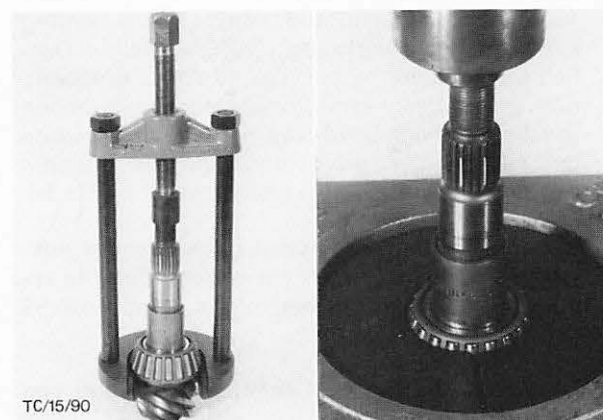

Abb. 54 Kegelrollenlager abziehen
5. Großes Kegelrollenlager vom Antriebskegelrad abziehen. Abb. 54.